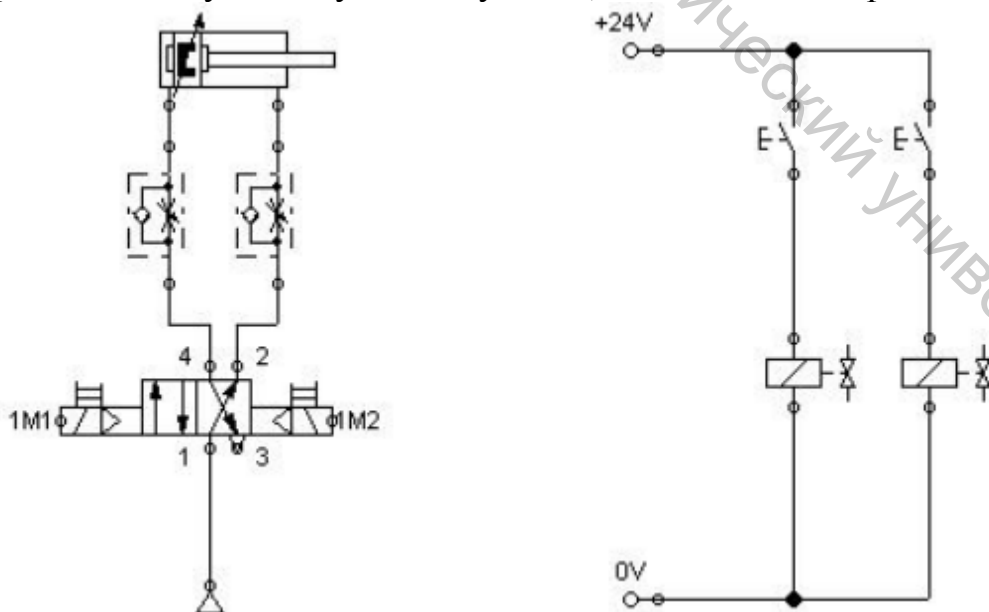

Рисунок 18 – Соединение компонентов на электрической схеме
1.10. Электрические, также как и пневматические, компоненты соединяются между собой щелканием мышкой на узловой точке контакта и перетаскиванием соединительной линии до узловой точки следующего контакта. Вы получите принципиальную схему подобную той, что показана на рис.18.